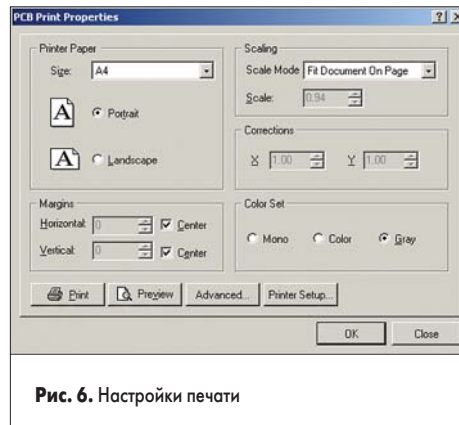

Рис. 6. Настройки печати
13. Нажмем кнопку Page Setup, расположенную в нижней части вкладки. Откроется окно PCB Print Properties (рис. 6).
2. Нажмем кнопку Page Setup. Откроется уже знакомое нам по рис. 6 окно настроек листа распечатки Final Properties.